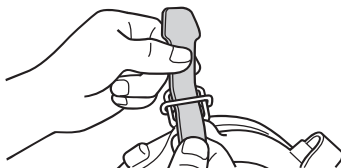

図76 取り付け
3. しめひもの裏・表、ねじれ等に注意して、外した手順通りに取り付けます。(図76 参照)